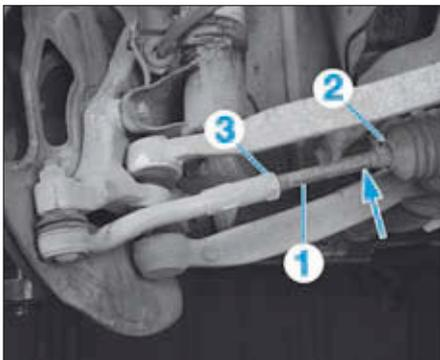

FIG. 6
- Le parallélisme se règle par l'allongement ou le raccourcissement de la longueur des biellettes de direction (1), en les tournant par leur empreinte hexagonale (flèche), après avoir desserré le collier (2) et le contre-écrou (3) (Fig.6).